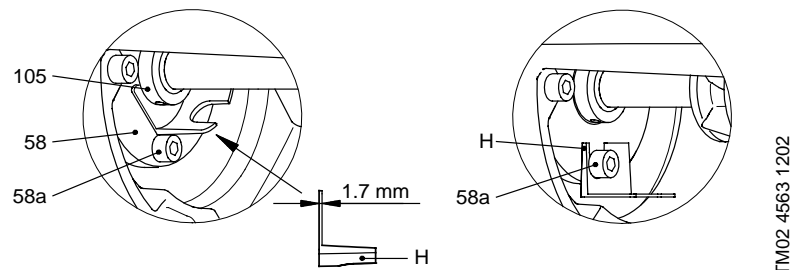

Fig. 1
Akseltætningens position på akslen fastholdes ved at trykke gaffel pos. H ind mellem akseltætning pos. 105 og holder pos. 58, se Fig. 1. **Bemærk:** Gafflen opbevares på skruehovedet pos. 58a.